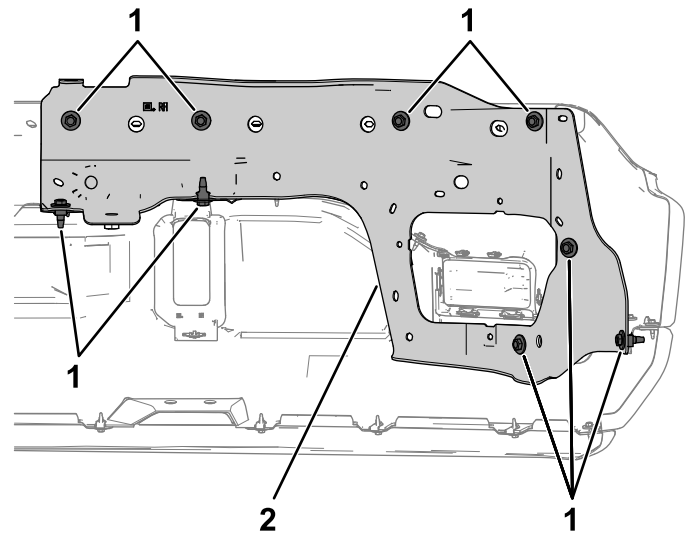

Figure 1
5. Retirez les boulons qui fixent les supports arrière à la coque du pare-chocs (**Figure 1**). Mettez de côté les supports arrière.